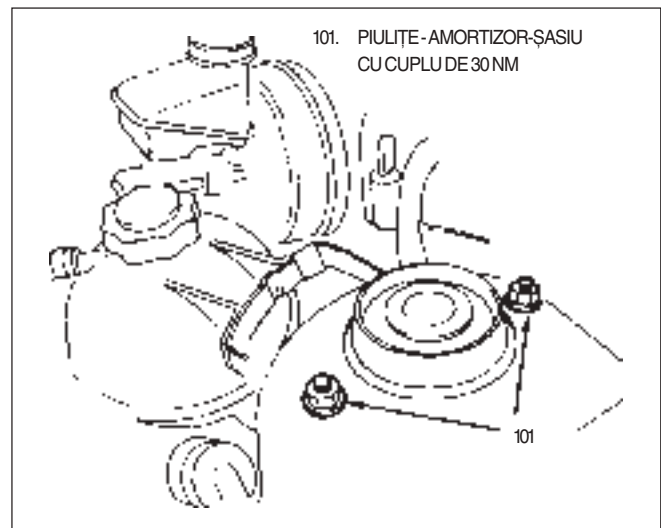
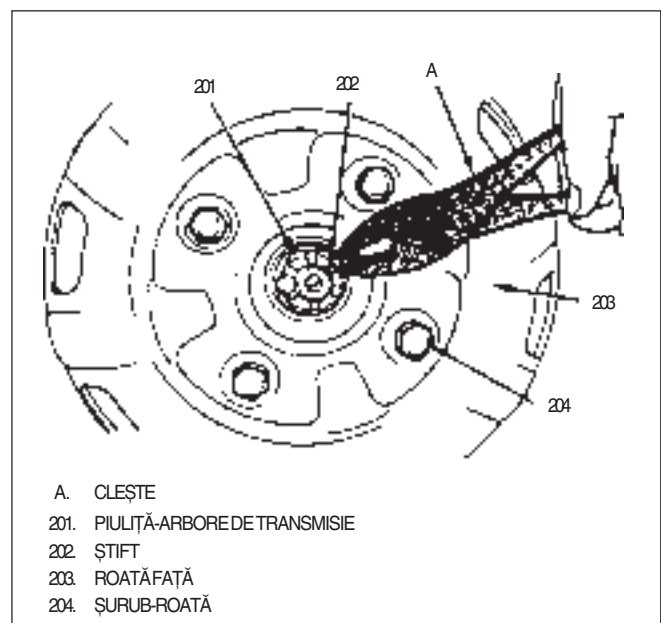

Fig. 2 Prinderea amortizorului la șasiu
Fig. 3 Piulița arbore de transmisie-butuc roată
- 1) Se desface capota și se slăbesc ambele piulițe (101) de fixare ale jambei elastice la șasiu (Fig. 2).
- 2) Capacul roții, se slăbesc șuruburile (204) de prindere a roții.
- 3) Știftul (202), și piulița (201) și șaiba de fixare a arborelui în butuc (Fig. 3).
- 7) Roata, șuruburile se strâng slab (fig. 3).